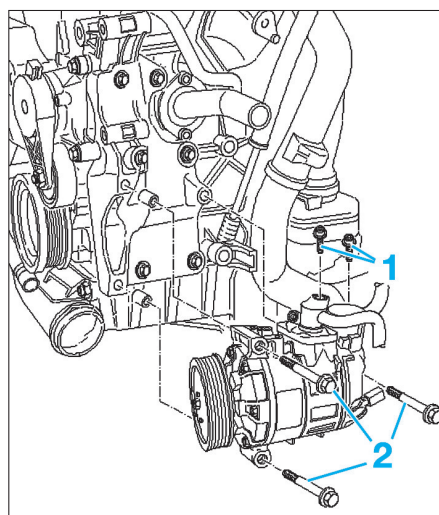

Fig. 4
- Débrancher les canalisations (1) sur le compresseur de climatisation (Fig.4).
- Déposer les vis de fixation (2) du compresseur et le déposer.